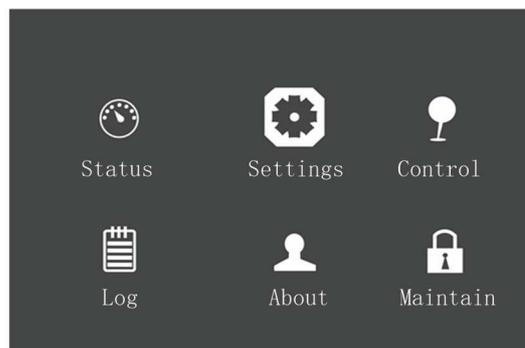

Figura 5-14 Menú principal
1. Acceda a la pantalla del menú principal y pulse la tecla  o  para ubicar el cursor en la selección de "Ajustes", a continuación pulse la tecla  para confirmar. Véase la Figura 5-14.